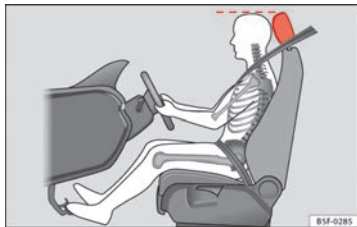

Abb. 2 Die richtige Kopfstützeinstellung des Fahrers.
- Stellen Sie die Kopfstützen so ein, dass die Oberkante der Kopfstütze sich möglichst auf einer Linie mit dem oberen Teil Ihres Kopfes befindet ⇒ Abb. 2.